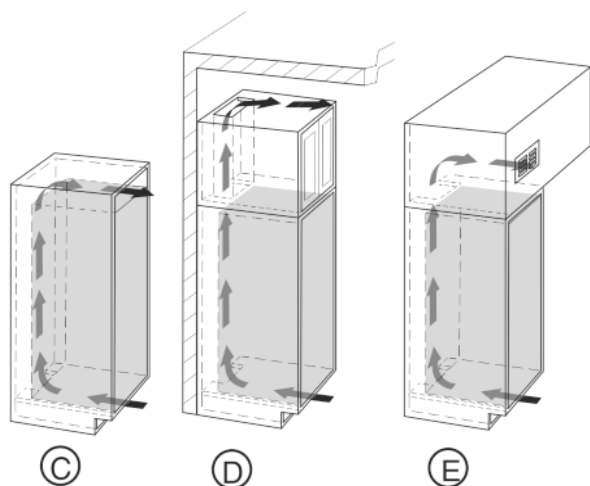

Fig. 4
- Augšējā ventilācijas sprauga var būt izveidota vai nu tieši virs ierīces ar papildus iespējamu ventilācijas režģi Fig. 4 (C), griestu tuvumā virs mēbeles Fig. 4 (D) vai kā izplūdes atvere telpā virs piekaramiem griestiem Fig. 4 (E).